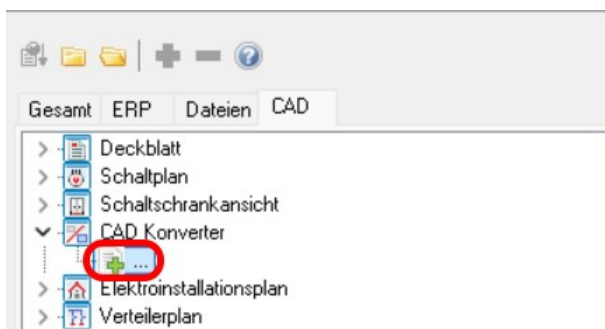

Abbildung 4.1.2: Öffnen des Dateiauswahlfensters
6. Expandiere den Zweig **CAD Konverter** und doppelklicke auf die Schaltfläche  unterhalb des Zweiges (siehe Abbildung 4.1.2).